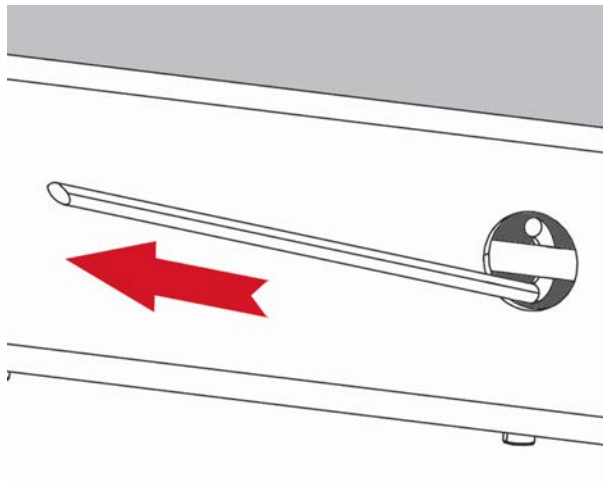

Abbildung 25: Verriegelung lösen
- ⇒ Ziehen Sie mit dem Fanghaken kräftig an dem Seil, das hinter der Öffnung sichtbar ist (siehe Abbildung 25).
⇒ Nur K70: Ziehen Sie nach dem ersten Einrasten der Plattform die Verriegelung (siehe Abbildung 25, Seite 44).